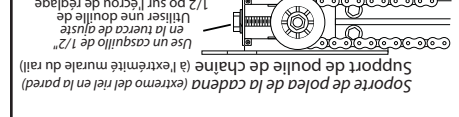

FIG. 1-3 Ajuste de la cadena.
2. Apriete la cadena girando en sentido dextro la tuerca de ajuste. La tuerca de ajuste de la cadena está localizada opuesta a la caja de control en el otro extremo del riel (Fig. 1-3).
3. Tense la cadena hasta que la cadena esté aproximadamente 1/8 de pulgada encima de la base del riel en el punto medio del riel (Fig. 1-3).
2. Resserrer la chaîne en tournant l'érou de réglage dans le sens horaire. L'érou de réglage de la chaîne est situé à l'opposé de la tête motorisée à l'autre extrémité du rail (Fig. 1-3).
3. Resserrer la chaîne jusqu'à ce que la chaîne soit 1/8 po au-dessus de la base du rail au milieu du rail (Fig. 1-3).